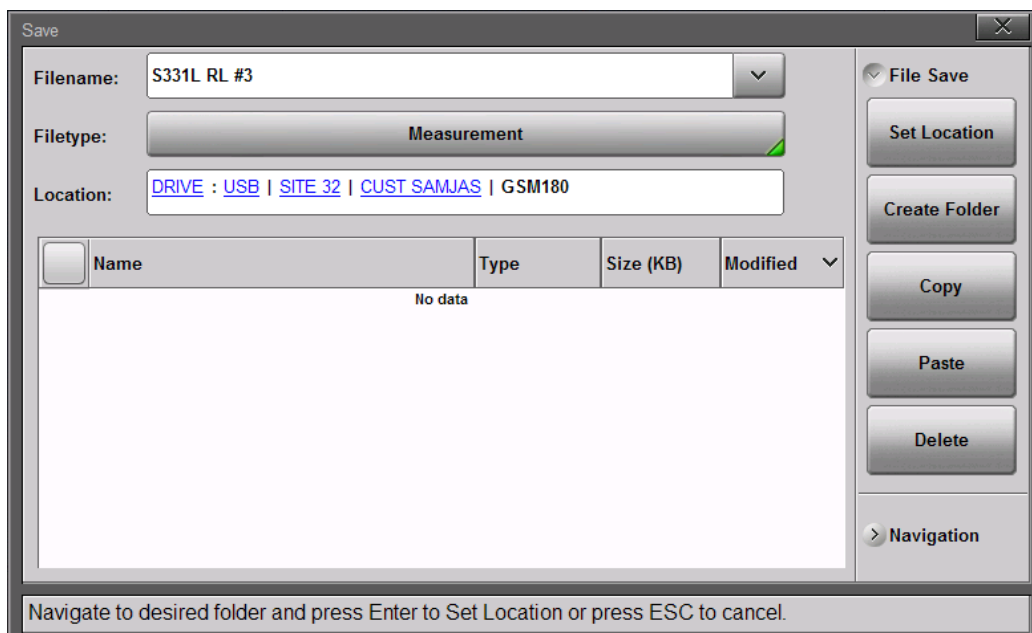

Рисунок 7-4. Место сохранения установлено на сохранение в папке на внешнем USB-диске.
3. Дважды прикоснитесь к иконке USB и, при необходимости, создайте папки для хранения файлов. Нажмите клавишу **Set Location**. Теперь место сохранения установлено на внешний диск USB (USB). См. рис. 7-4.
Нажатие кнопки **Location** открывает диалоговое окно **Save** (рис. 7-4) и отображает подменю **File Save** и **Navigation**. Данные функции подробно описываются в разделе «Меню File Mgmnt» на стр. 7-21.